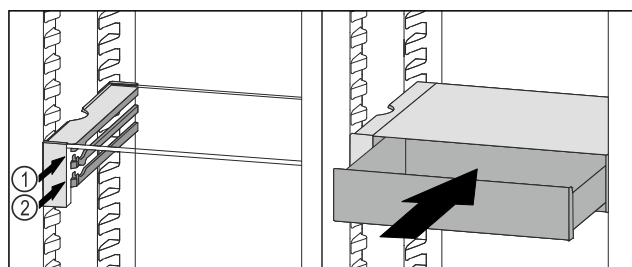

Fig. 205
- Nasaďte zásuvku VarioSafe za zarážky na požadovaném žebro Fig. 205 (1) nebo Fig. 205 (2).